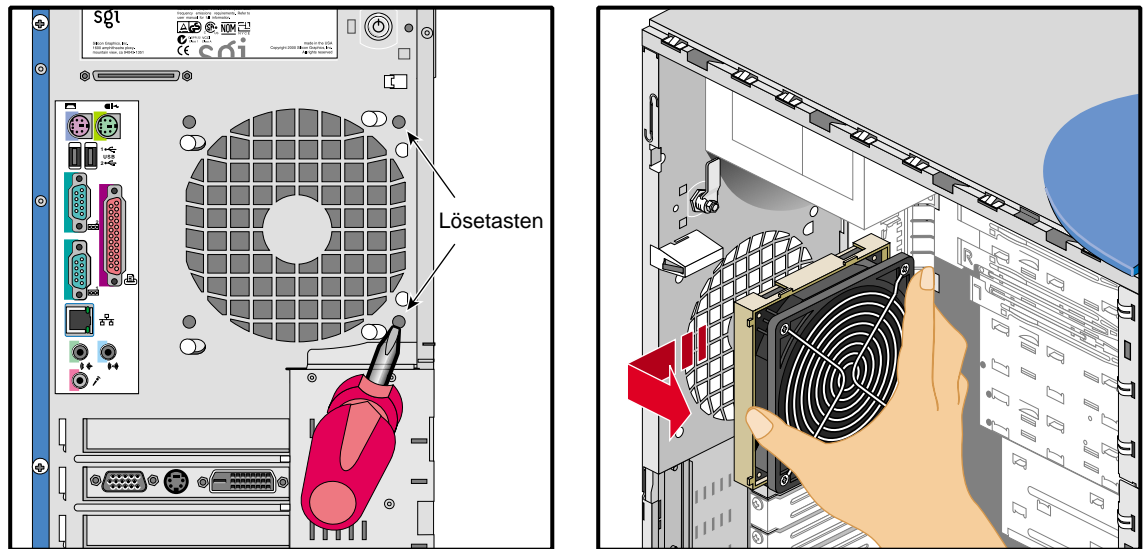

Abbildung 2-12 Betätigen der Lösetasten und Ausbauen des hinteren Lüfters
4. An der Rückseite der hinteren Abdeckung befinden sich die beiden Lüfterlösetasten (siehe Abbildung 2-12).
5. Drücken Sie mit einem spitzen Gegenstand, wie zum Beispiel einem Kreuzschraubendreher, auf eine der Lösetasten, und ziehen Sie den Lüfter gleichzeitig nach oben, bis sich die Lösetaste aus der Einkerbung löst. Halten Sie den Lüfter nach oben gedrückt, und drücken Sie auf die zweite Lösetaste, bis sich der Lüfter aus dem Gehäuse löst. Abbildung 2-12 veranschaulicht das Vorgehen.